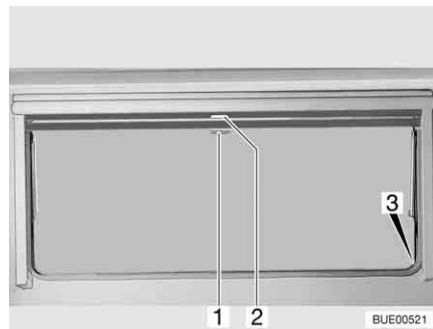

Bild 59 Ausstellfenster
- Verdunklungsrollo am Griff (Bild 59,2) nach unten ziehen. Wenn das Verdunklungsrollo ganz geschlossen wird, das Verdunklungsrollo auf beiden Seiten am Fensterrahmen in die Arretierung (Bild 59,3) einhängen.
- Wenn das Verdunklungsrollo vollständig geschlossen ist: Den Griff (Bild 59,2) nach unten drücken und den Griff dabei leicht nach innen ziehen. Das Verdunklungsrollo aus den Arretierungen links und rechts am Fensterrahmen aushängen.
- Wenn sich das Verdunklungsrollo in Zwischenposition befindet: Den Griff (Bild 59,2) leicht nach unten ziehen, bis sich die Arretierung gelöst hat.
- Insektenschutzrollo am Griff (Bild 59,1) nach unten ziehen und auf beiden Seiten am Fensterrahmen in die Arretierung (Bild 59,3) einhängen.
- Griff (Bild 59,1) nach unten drücken und den Griff dabei leicht nach innen ziehen. Das Insektenschutzrollo aus den Arretierungen links und rechts am Fensterrahmen aushängen.